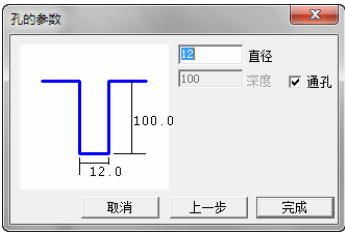
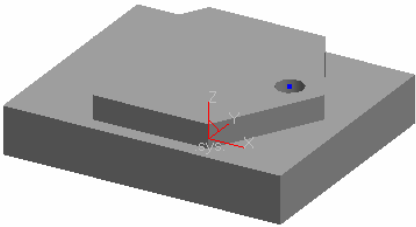

图 8-127 “ 孔的参数 ” 对话框
图 8-128 孔特征
3) 系统提示指定孔的定位点，选择图 8-127 所示的点为孔定位点，单击“ 下一步 ”按钮，弹出“ 孔的参数 ”对话框，设置孔参数如图 8-127 所示。单击“ 完成 ”按钮完成孔特征，如图 8-128 所示。